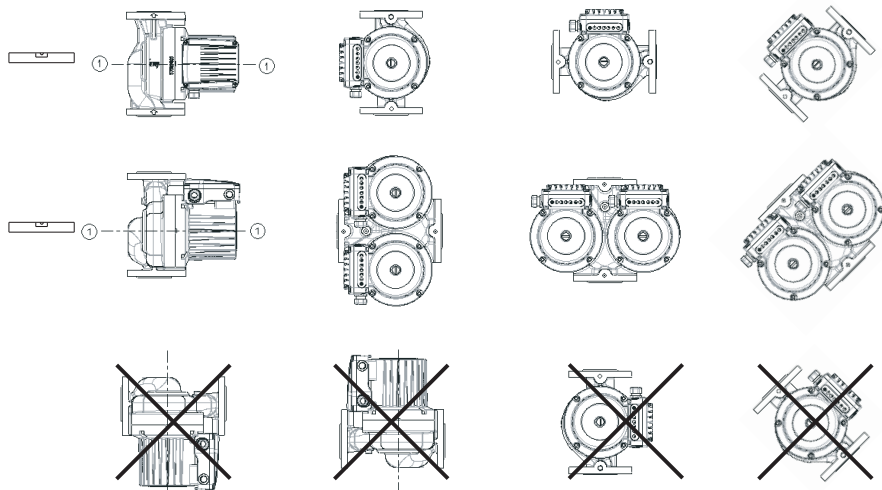

рис.1
- насос устанавливается напрямую в трубопровод таким образом, чтобы ось насоса 1-1 была горизонтальной (рис. 1);